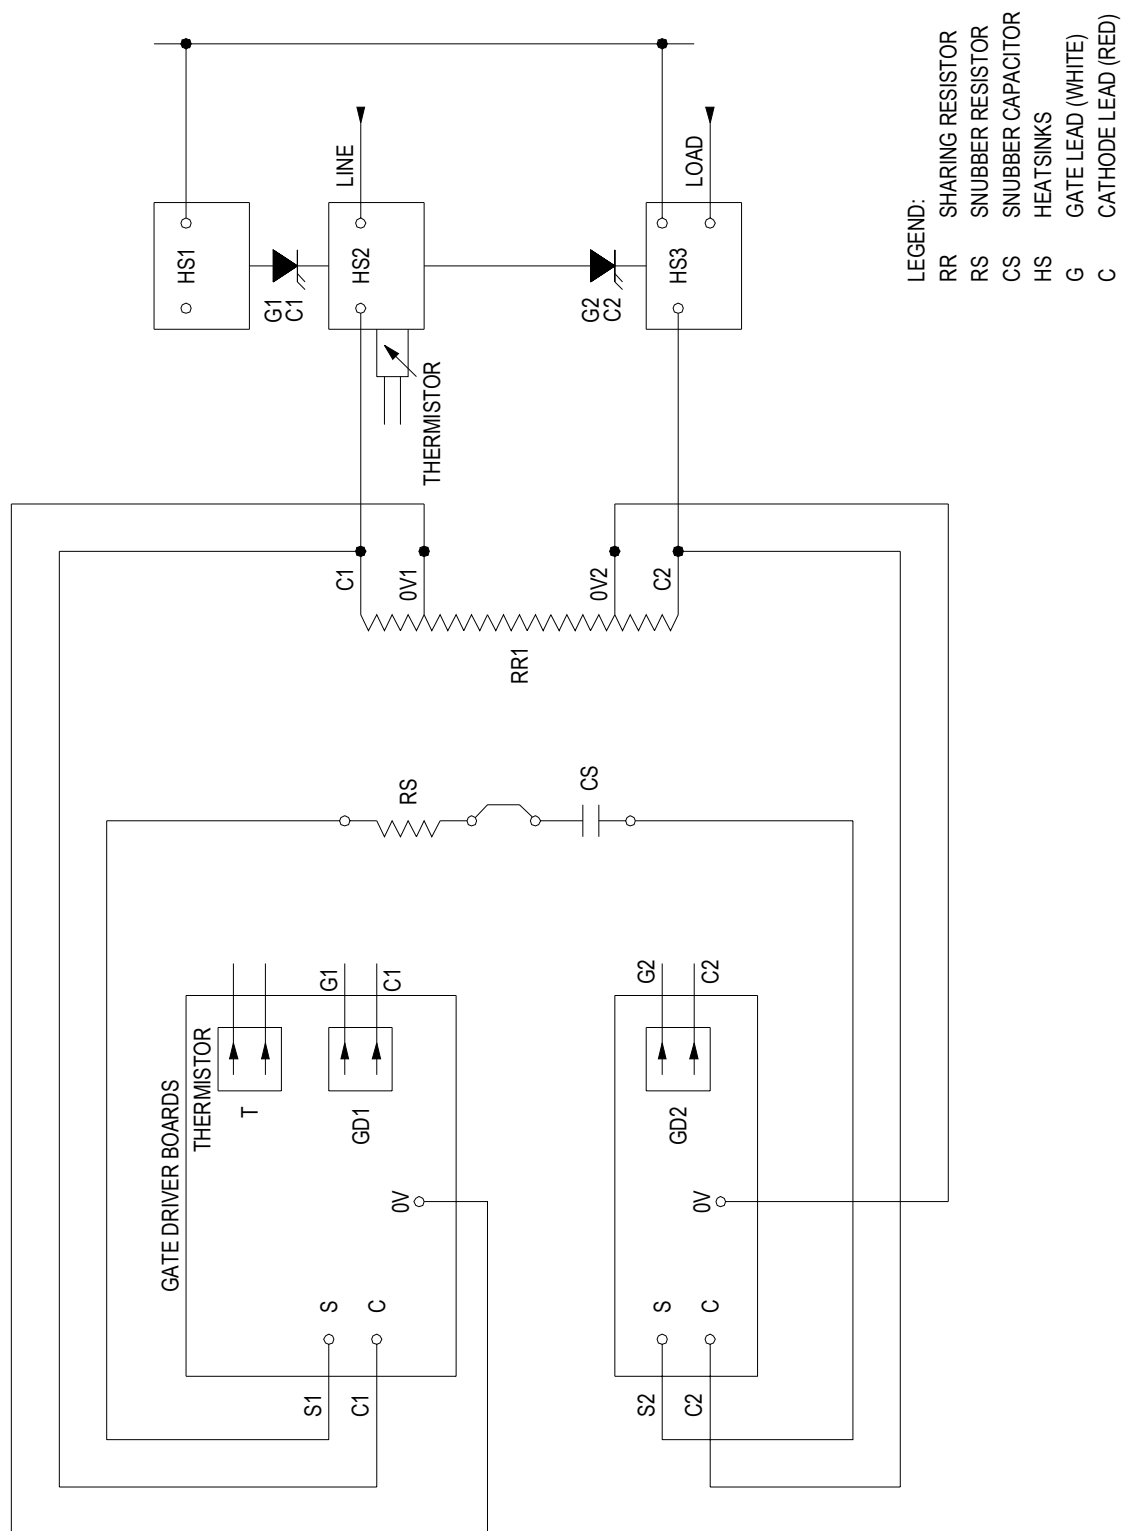

Figure 9.21 – Câblage d'un module 1 500/2 400 V (180/360 A)
2. Vérifier les composants du circuit amortisseur et des résistances à partage de tension en les isolant et en prenant les mesures comme suit (se reporter aux figures 9.21 à 9.26) :